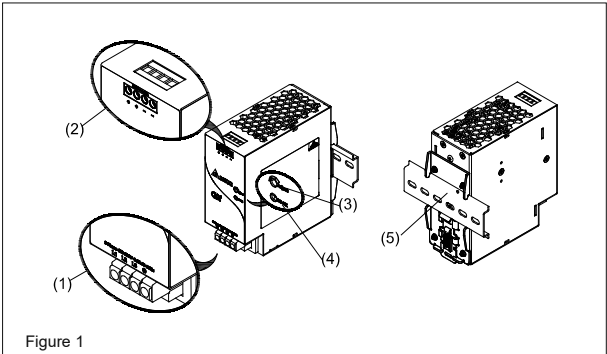
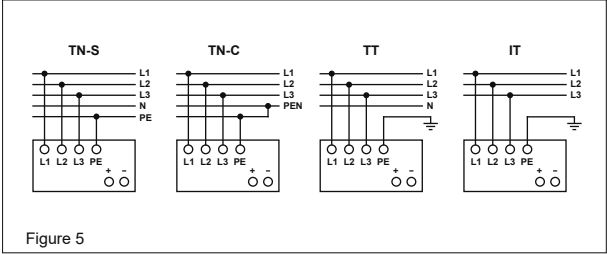

Figure 1
Figure 5
2. Gerätebeschreibung (Abb. 1)
5.1. Anschluss der Eingangsklemmen (Abb. 1, Abb. 5)
Verwenden Sie die Eingangsklemmen L1, L2, L3 und PE (Schutzleiter), um den 3-phasigen 400-500Vac-Anschluss herzustellen. Abb. 5 zeigt den Anschluss an die unterschiedlichen Netztypen.
5.2. Anschluss der Ausgangsklemmen (Abb. 1 (2))
Verwenden Sie die Schraubklemmen „+“ und „-“, um den 24Vdc-Anschluss herzustellen. Am Ausgang stehen 24Vdc zur Verfügung. Die Ausgangsspannung kann am Potentiometer zwischen 24 und 28Vdc eingestellt werden. Die grüne LED „DC OK“ zeigt die korrekte Funktion des Ausganges an (Abb. 1 (4)). Das Gerät verfügt über einen Kurzschluss-, Überlast- und Überspannungsschutz, der auf 35Vdc begrenzt ist.